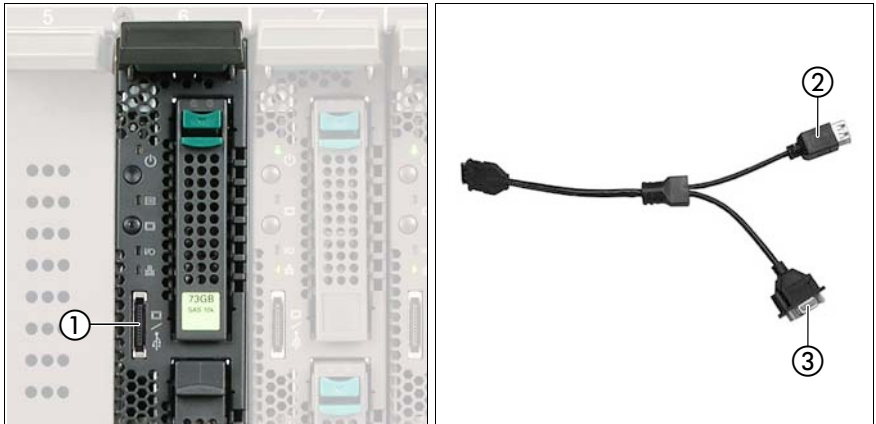

Bild 6: USB/VGA-Anschluss am BX620 S6 Server Blade und spezielles Kabel
<p>7</p> 	<p>USB-/VGA-Anschluss</p> <p>Anschluss für Adapterkabel mit zwei USB-Ports für externe Geräte (z. B. Diskettenlaufwerk, CD/DVD-Laufwerk oder Festplattenlaufwerk, Maus oder Tastatur) und einem VGA-Anschluss.</p> <p> Es ist ein spezielles Kabel erforderlich! (Siehe <a href="#">Bild 6 auf Seite 43</a>)</p>
- ▶ Schließen Sie das Breakout-Kabel an den vorderseitigen USB/VGA-Anschluss des betreffenden Server Blade an (Bild 6 auf Seite 43).
- ▶ Schließen Sie das Datenkabel des CD-ROM-/DVD-Laufwerks und bei Bedarf auch das Diskettenlaufwerks an die USB-Ports des Breakout-Kabels an (siehe Bild 6 auf Seite 43).